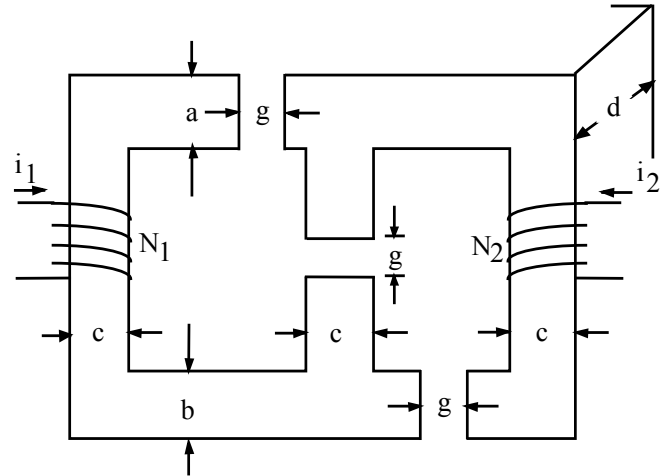

Figura 1.12
1.18.- En el dispositivo de la Figura 1.12, encuentre la expresión de la tensión inducida en la bobina 2, en función de las características indicadas, considerando que la permeabilidad del núcleo es mucho mayor que las de los entrehierros ($\mu_{Fe} \gg \mu_0$) y que las longitudes de los circuitos magnéticos en el núcleo son mucho mayores que la de los entrehierros. Suponga que la corriente en la bobina 1 es de la forma $i = \sqrt{2} I_1 \sin 314t$ Amperes y que la corriente en la bobina 2 es nula